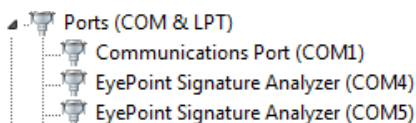

Рисунок 2. Отображение устройств после установки драйвера
8. После установки драйвера в разделе устройств «Порты (COM и LPT)» должны появиться два устройства EyePoint Signature Analyser (Рисунок 2), номера COM портов могут отличаться.